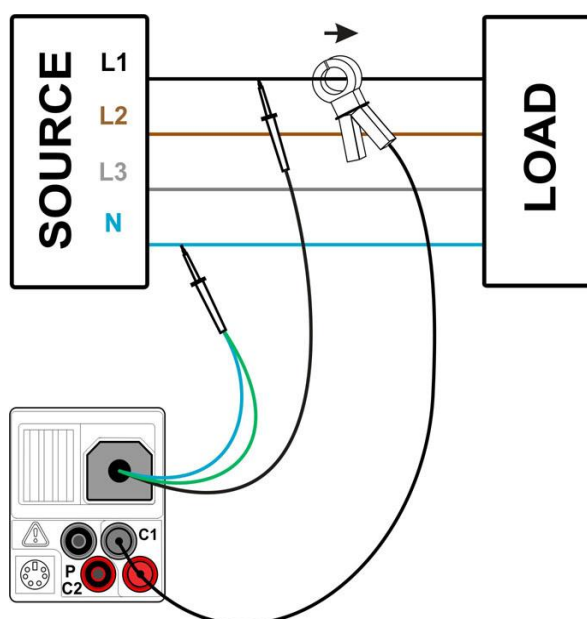

Abbildung 7.2: Leistungsmessung
- **Schließen** Sie die Spannungsmessleitungen und die Stromzange am Prüfling an (siehe Abbildung 7.2).
(Siehe Abbildung 7.2)